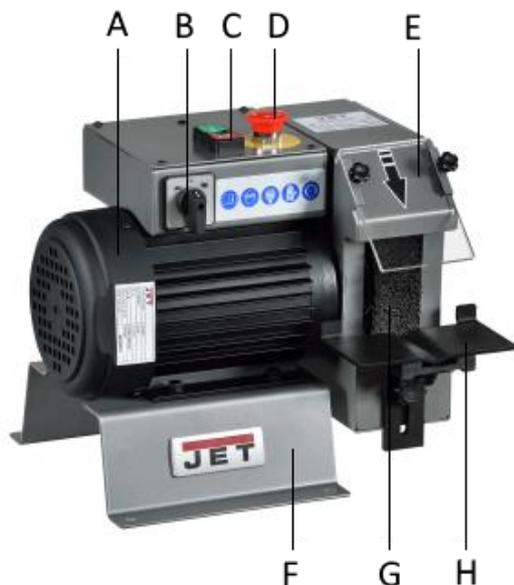

Рис. 1
1. Нажмите кнопку «вкл.» для пуска двигателя С (Рис. 1) для подачи напряжения на двигатель.
2. Скорость двигателя управляется переключателем скорости В (Рис. 1). Низкая скорость составляет 1400 об/мин. Высокая скорость составляет 2800 об/мин. Станок не
3. Поместите деталь на опорный стол Н (Рис.1), приготовьтесь зачистить ее острые края.
5. Выключите станок нажатием на кнопку «выкл.» (Рис. 1)
6. Нажатием кнопки аварийного останова D (Рис. 1) оператор может быстро выключить станок при выполнении работ на нем; для повторного пуска станка необходимо слегка повернуть ее против часовой стрелки для возврата в исходное положение, и затем снова нажать кнопку «Пуск».